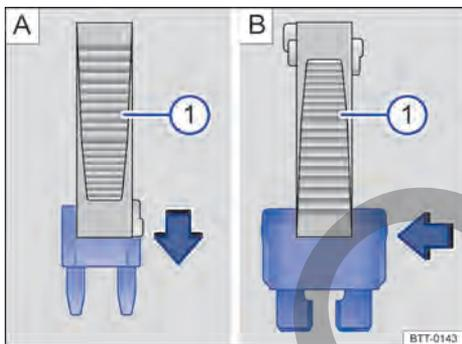

Fig. 166 Extraer o colocar un fusible (representación esquemática).
① Pinzas de plástico
1. Dado el caso, retire las pinzas de plástico situadas en la tapa de la caja de fusibles → **fig. 166** **①**.
2. En el caso de los *fusibles pequeños*, agárrelos con las pinzas **①** desde arriba → **fig. 166** **A**.
3. En el caso de los *fusibles más grandes*, desplace las pinzas **①** lateralmente sobre el fusible → **fig. 166** **B**.
5. Si el fusible se ha fundido, sustitúyalo por uno nuevo del *mismo* amperaje (de igual color y grado) y del *mismo* tamaño → **①**.